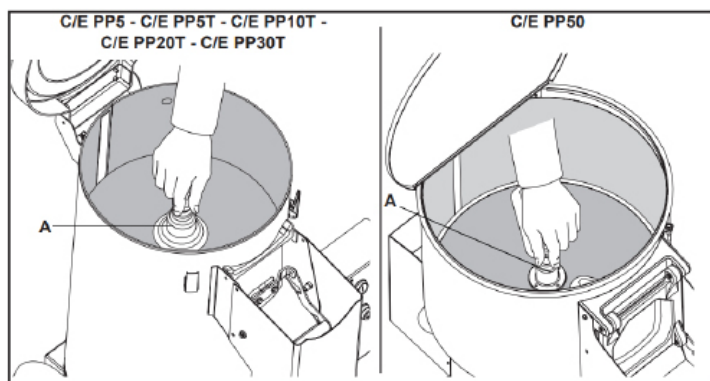

Fig. 7.
- À l'aide de la poignée appropriée (fig. 7, repère A), retirez le disque à éplucher et, en utilisant de l'eau, éliminez les résidus de pelures présents sur le disque et à l'intérieur de la cuve. N'utilisez aucun solvant ni produit de nettoyage !